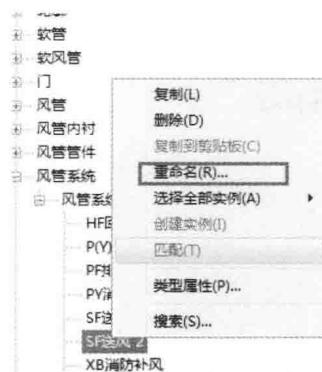

图 2.1-4
2) 右键单击“SF 送风”，然后单击“复制”命令。选择“SF 送风 2”，单击鼠标右键，然后单击“重命名”命令。输入“高压送风”即可，如图 2.1-4 所示。